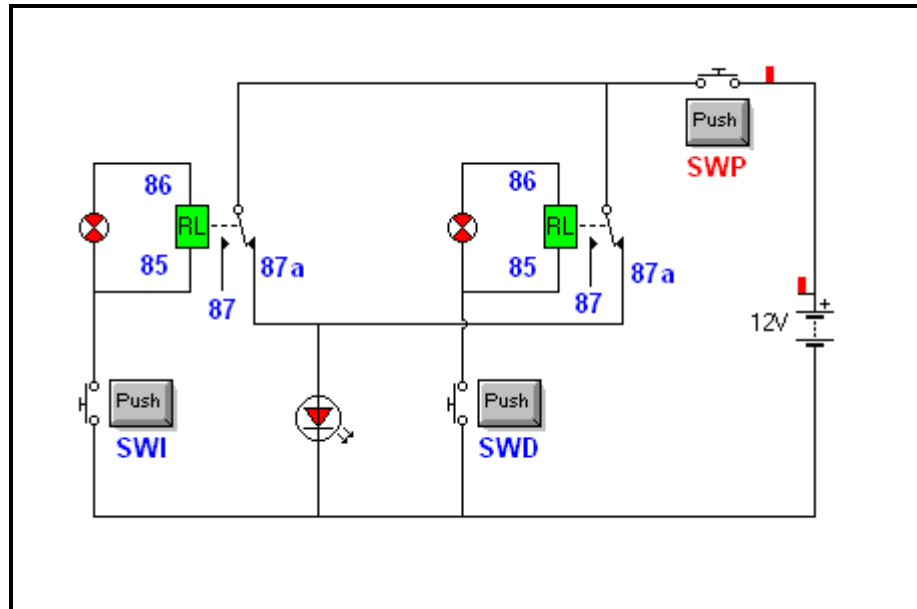

Figura 5.13. Diagrama de Conexión de Luz de Freno
6.1. Conecte el circuito como se muestra en la figura 5.13.